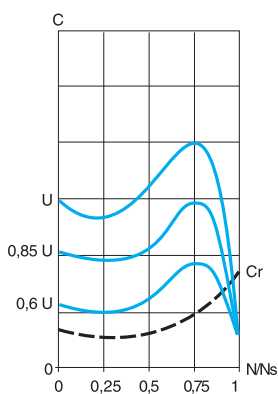

Рис. 2
■ На рис. 2 приведена зависимость момента/скорости асинхронного короткозамкнутого двигателя от напряжения питания. Момент изменяется пропорционально квадрату напряжения при фиксированной частоте. Плавное увеличение напряжения исключает бросок тока при подаче напряжения.